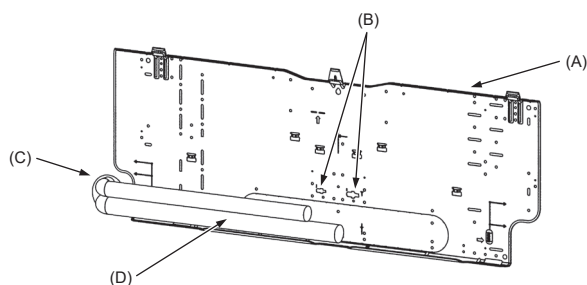

Fig. 3-5
3.3. Cuando coloque los tubos en la pared (Fig. 3-5)
- (A) Placa de montaje (1)
- (B) Marca de referencia de la conexión abocinada
- (C) Orificio pasante
- (D) Tuberías locales